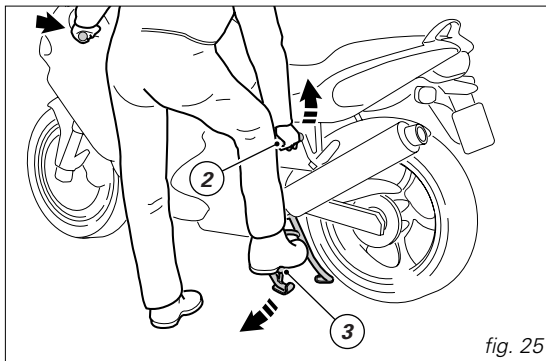

fig. 25
Con la mano izquierda sujetar el puño izquierdo y con la otra el puño (2, fig. 25). Empujar con el pie derecho en la superficie de apoyo (3) del caballote central hasta posicionarlo en contacto con el suelo; al mismo tiempo tirar con el puño la motocicleta hacia arriba y hacia atrás. Para colocar nuevamente el caballote central en posición de reposo es suficiente empujar hacia adelante la motocicleta, sujetándola por los semimanillares, hasta que la rueda trasera toque el suelo. El caballote retorna a su posición de reposo en forma automática.